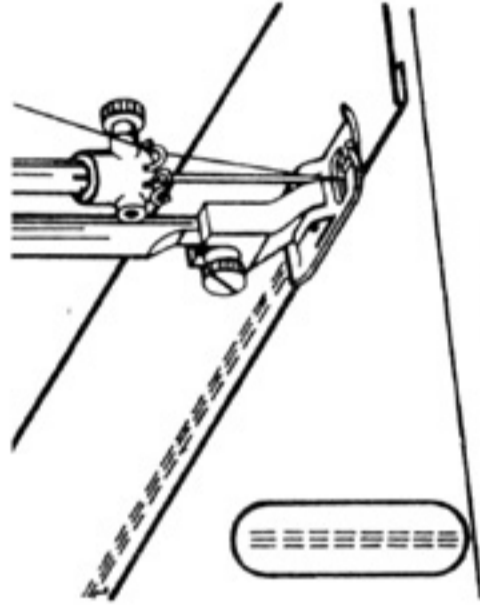

Рис. 74
52. Трижды уселенная надежная строчка (рис. 74)